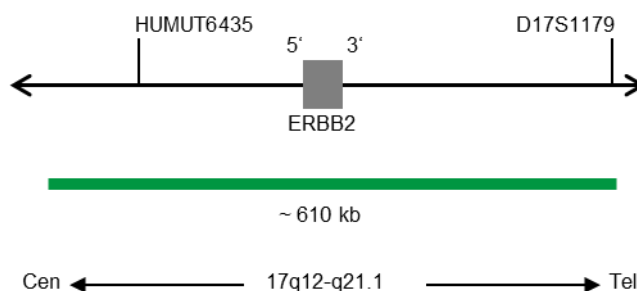

Fig. 1 : Carte de la sonde SPEC ERBB2 (pas à l'échelle)
- Polynucléotides marqués au ZyGreen (excitation 503 nm/émission 528 nm) (~10,0 ng/μl), qui ciblent une séquence de 17q12.1* (q21:37,572,531-38,181,308) hébergeant la région du gène ERBB2 (voir figure 1).